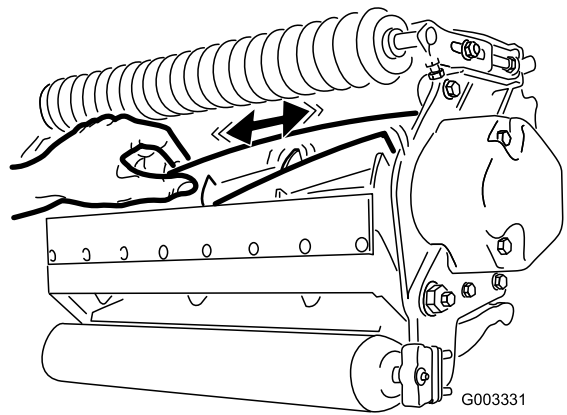

图24
2. 使用抹布或厚垫手套，握住滚刀刀片，尝试将滚刀组件从一侧移向另一侧（图24）。